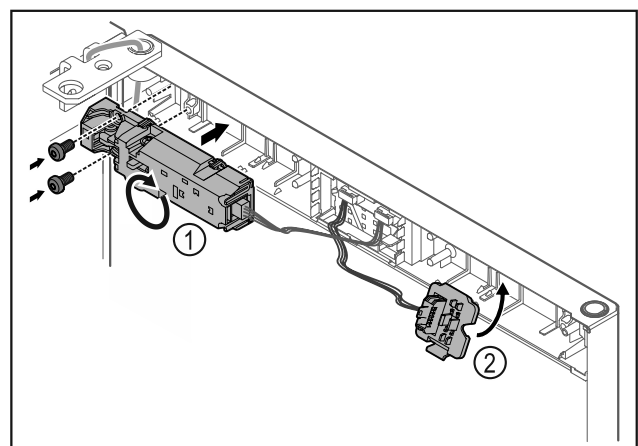

Fig. 18
- ▶ Afstandsslot Fig. 18 (1) met 180° draaien en aan tegenoverliggende zijde bevestigen.
- ▶ Stekkerhouder Fig. 18 (2) aan tegenoverliggende zijde vergrendelen.